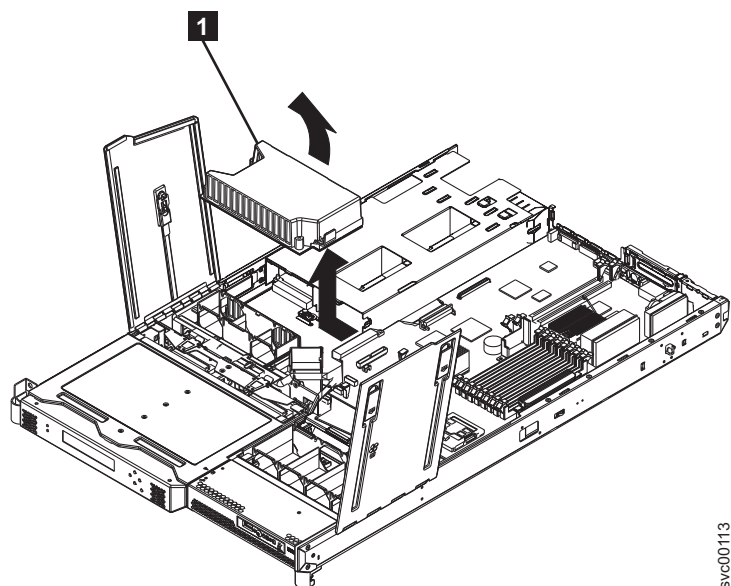

図 165. SAN ボリューム・コントローラー 2145-8F4 または SAN ボリューム・コントローラー 2145-8F2 の電源バックプレーン
7. 図 165 に示すように、電源バックプレーンを左方にスライドさせて、システム・ボードから切り離します。